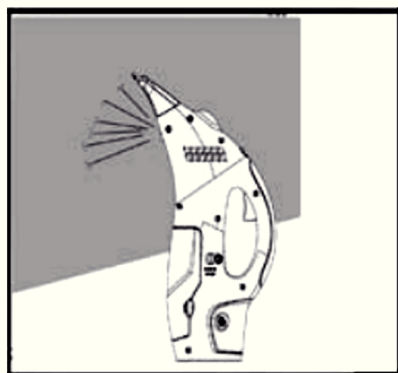

рис.2
- равномерно нанесите моющее средство на обрабатываемую поверхность (рис. 2)